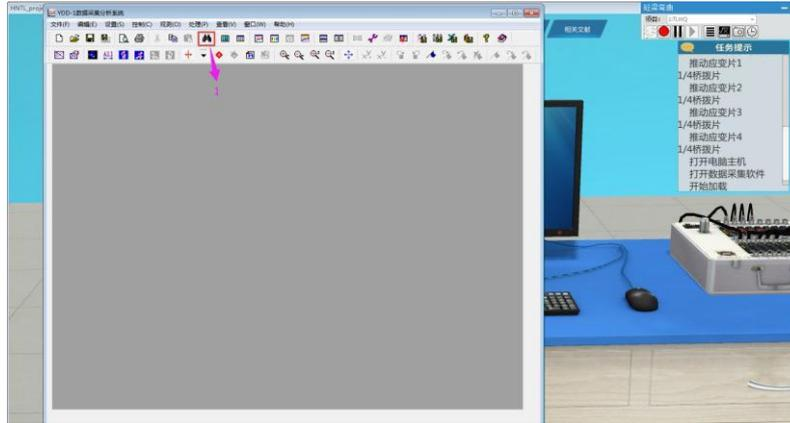

图15.1
14.1)：点击菜单栏的图标，检测仪器（参考图  15.1）。